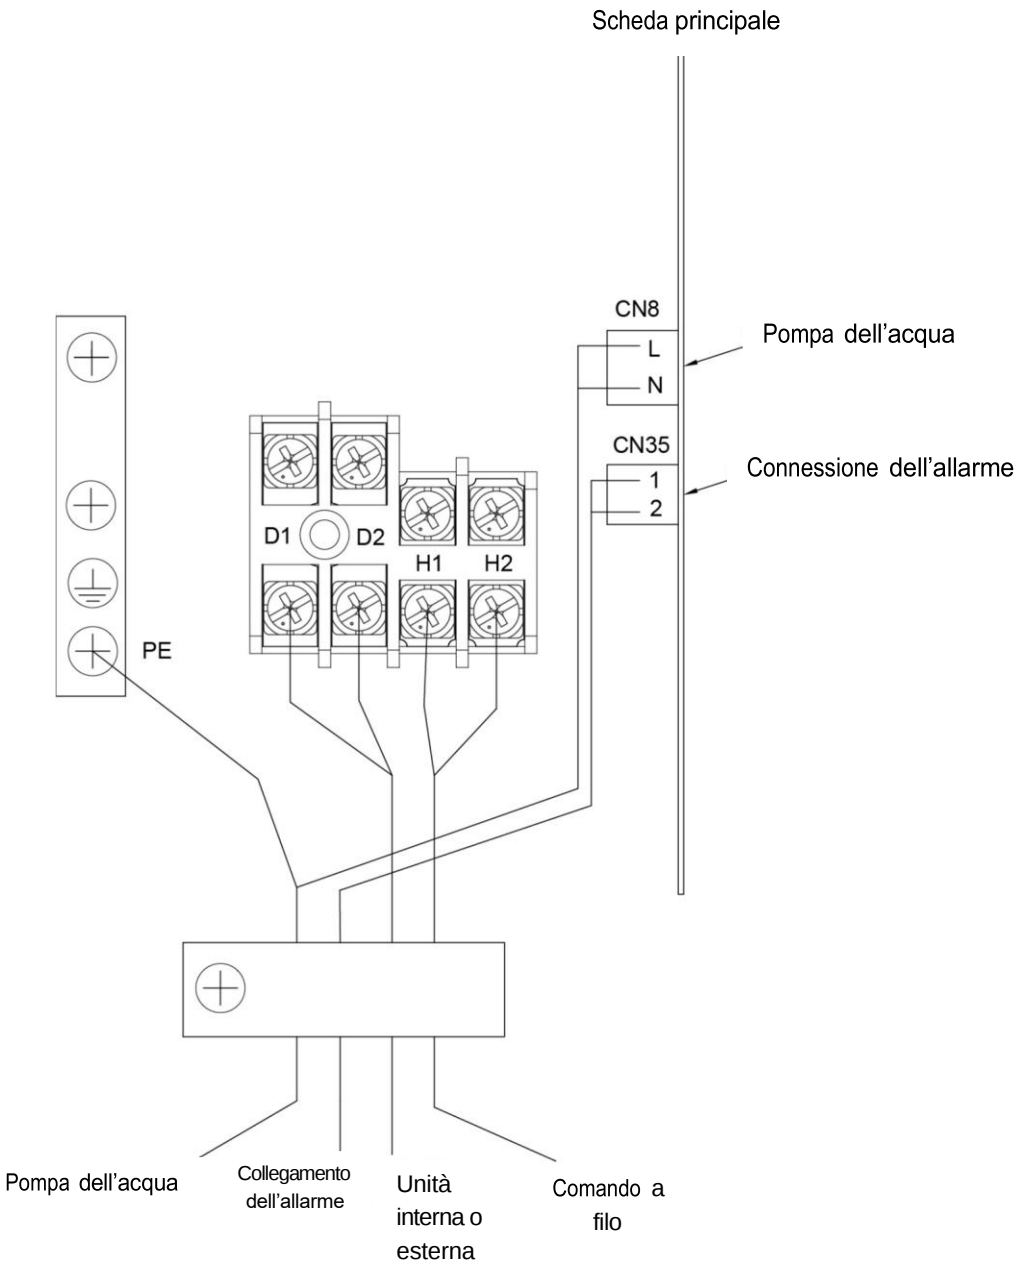

Fig 5.7
- (1) Rimuovere il pannello
- (2) Rimuovere il coperchio della scatola elettrica
- (3) Collegare il cavo di alimentazione della pompa esterna dell'acqua alla posizione L e N del terminale CN8 della scheda: collegare il cavo di allarme alla posizione 1 e 2 del terminale CN35 (Fig. 5.7)
- (4) Estrarre il morsetto di cablaggio dalla scatola degli accessori. Rimuovere il morsetto originale dalla scatola elettrica e fissare il cavo di alimentazione ed il cavo di allarme con il nuovo morsetto.